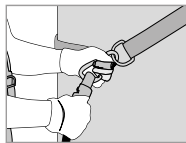
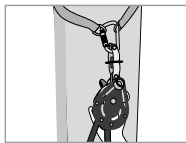

Fig 1
Fig 2
Sluit het verbindingsstuk van de wartel aan op een van de verankeringspunten (fig. 1) en sluit het verbindingsstuk van de spanningsindicator aan op het tweede verankeringspunt (fig. 2). Controleer of de twee verbindingsstukken goed gesloten EN vergrendeld zijn. Open de klemhendel (4) en houd deze open door de vergrendelingsknop (3) lichtjes aan te draaien. Controleer de sluiting van de 2 zijplaten van de spanner (5 en 6). De 4 positioneringsassen (7) van de katrolzijplaat (6) moeten in hun geheel goed vastzitten aan de sluitingsplaat (5), waarbij de sluitingsplaat moet worden dichtgedraaid door middel van de vergrendelingsknop. Bij normaal gebruik dient u deze twee zijplaten niet te openen, maar een opening ervan is wel nodig tijdens controleoperaties.